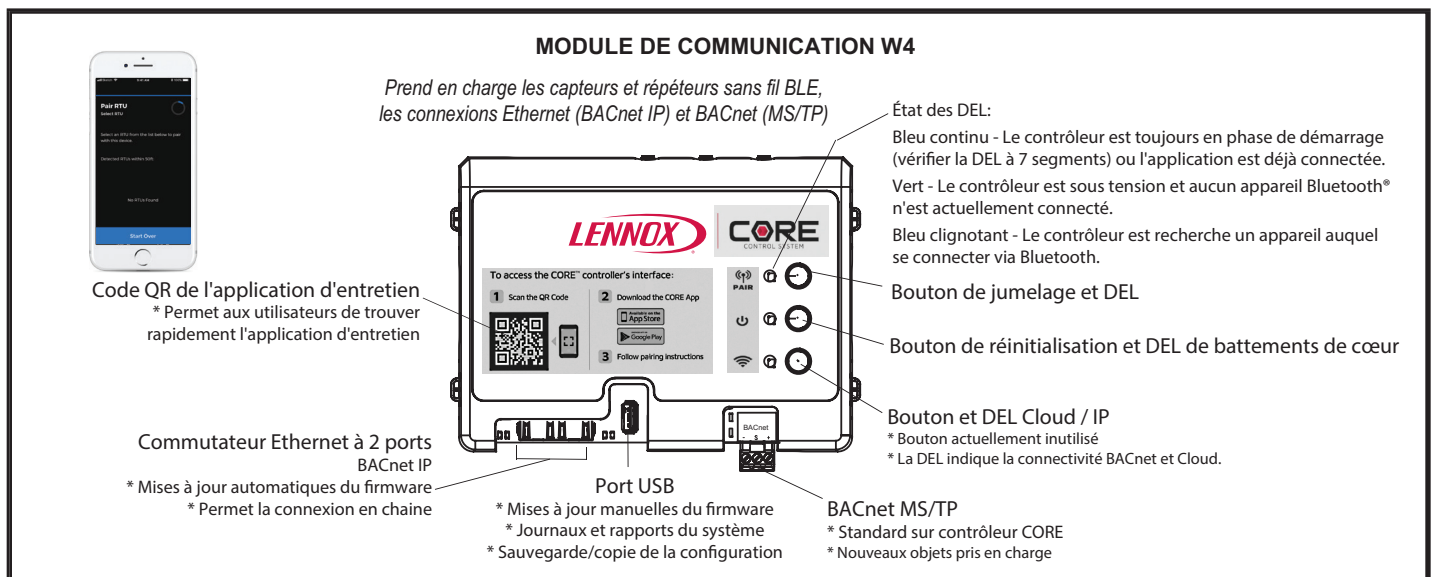

FIGURE 11
- 2 - Appuyer sur le bouton de jumelage et le maintenir enfoncé pendant 5 secondes. Voir FIGURE 11.